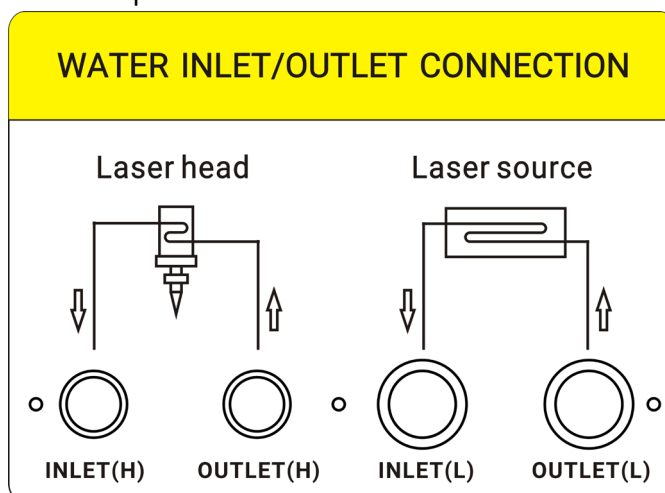

Figura 6: Diagrama de conexión entre el chiller de agua y el láser
(3) Conexión de tuberías: El método para conectar el chiller y la máquina láser se ilustra en la figura 6. El diámetro interior de las tuberías no debe ser inferior al diámetro de las tuberías de entrada y salida del chiller. Si el diámetro interior de las tuberías es inferior al requerido, debe obtenerse la aprobación del fabricante del chiller.